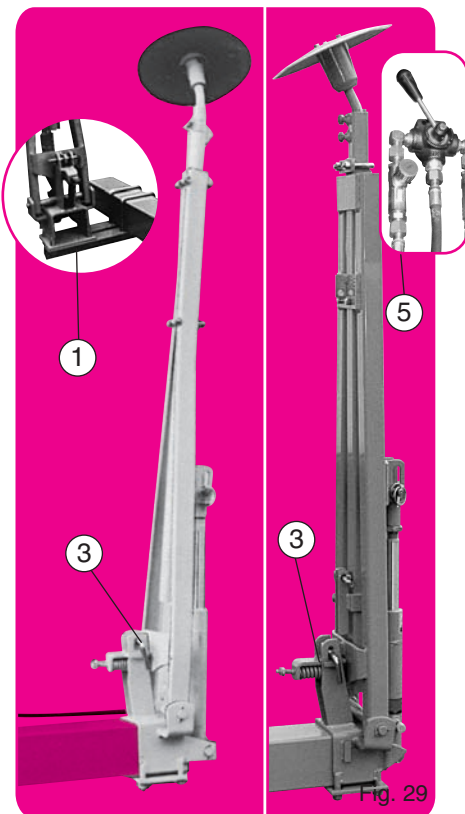

Fig. 29
Fig. 29. Rayonneur hydraulique standard pour châssis de 4,50 m et 6,10 m. Normalement ces rayonneurs se fixent en bout de barre porte-outils mais ils peuvent sur demande être livrés avec support spécial ① les positionnant en avant de la barre porte-outils pour un repérage rapproché (dans le cas d'inter-rangs réduits par exemple).
Fig. 29. Standard hydraulic row markers for frames of 4,5 m (14'9") and 6 m (20'). Normally these row markers are mounted at the end of the toolbar, but on special request they can be supplied with a special mounting bracket ① that positions the row marker in front of the toolbar (for example in the case of narrow rows).
Abb. 29. Hydraulische Spuranzeiger für Rahmen 4,5 m und 6 m. Normal sind die Spuranzeiger an den Enden der Rahmen befestigt. Auf Anfrage kann ein Spezialrahmen ① geliefert werden, wo die Spuranzeiger vor dem Hauptrahmen montiert werden können (speziell für enge Reihen).
Fig. 29. Standaard hydraulische markeurs voor frames van 4,50 m en 6,10 m. Normaal worden deze markeurs gemonteerd op het uiteinde van de draagbalk. Op aanvraag is het mogelijk deze te leveren met een speciale houder ①. Met deze houder worden de markeurs vóór de draagbalk geplaatst (bv. bij kleine rij-afstanden).